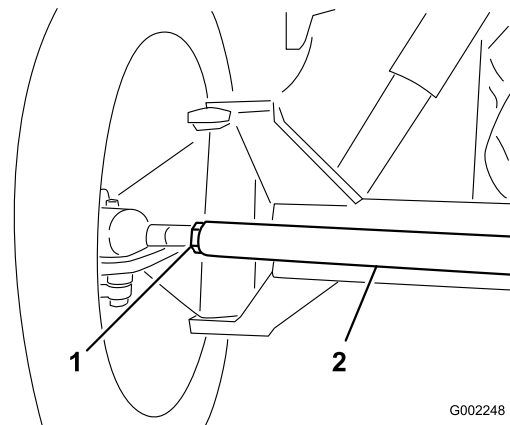

Figure 84
3. Si les mesures sont hors spécifications, desserrez les écrous de blocage aux deux extrémités de la biellette (Figure 84).